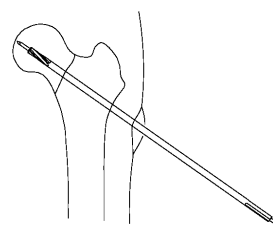
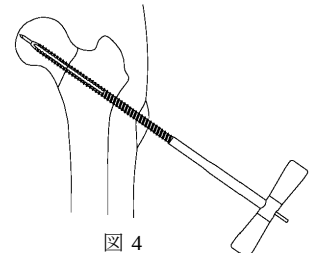

図 3
図 4
- 3) 骨質が硬い場合は、中空ロングドリルによる穴あけ後（図 3）、中空タップにてプレタップを行います。（図 4）